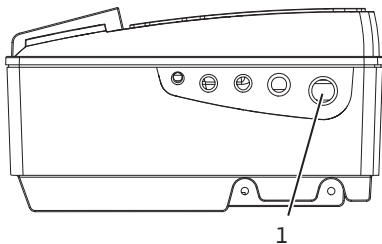

Fig. 18 : Presse-étoupe M25
- Le raccordement électrique doit se faire via un câble d'alimentation électrique fixe (section à respecter min. 4 x 2,5 mm², max. 4 x 6 mm²) muni d'un dispositif de raccordement ou d'un coupleur multipolaire avec au moins une largeur d'ouverture d'au moins 3 mm. Le câble d'alimentation électrique doit être inséré dans le presse-étoupe (fig. 18 pos. 1) M 25